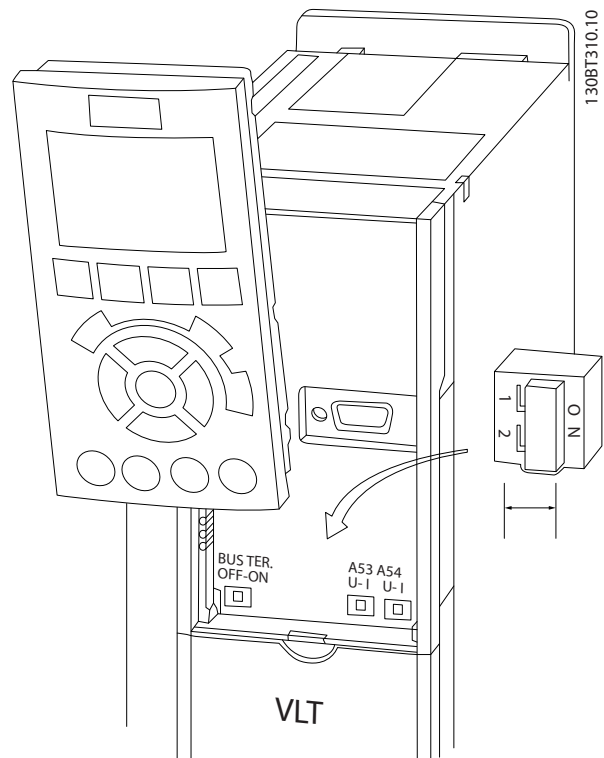

図 2.26 端子 53 と 54 スイッチの位置
- LCP をはずすと、スイッチにアクセスできます (図 2.26 を参照)。ユニットに利用できるいくつかのオプションカードでは、これらのスイッチをカバーしており、スイッチ設定変更の場合は外す必要があります。オプションカードを外す前に、電源を必ず切ってください。